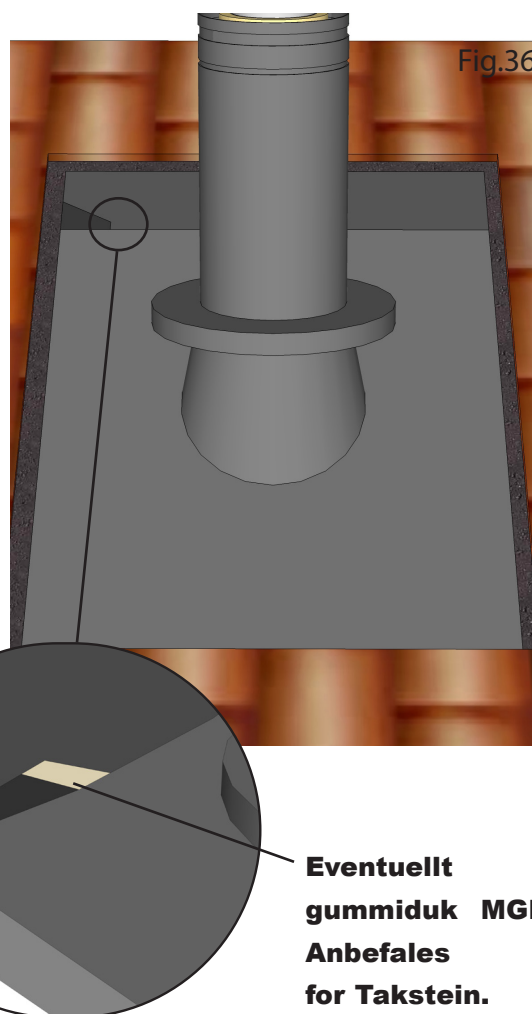

Fig.36
5. Når taket er montert, fest det selvklebende tetningsteipen rundt den koniske toppen på beslaget med overlapp inn på skorsteinsmodulen. Regnkraven (M21) blir deretter montert og forseglet forsiktig med svart silikon (MSIL) mot skorsteinens ytre foringsrør (se Fig.36 og 37).